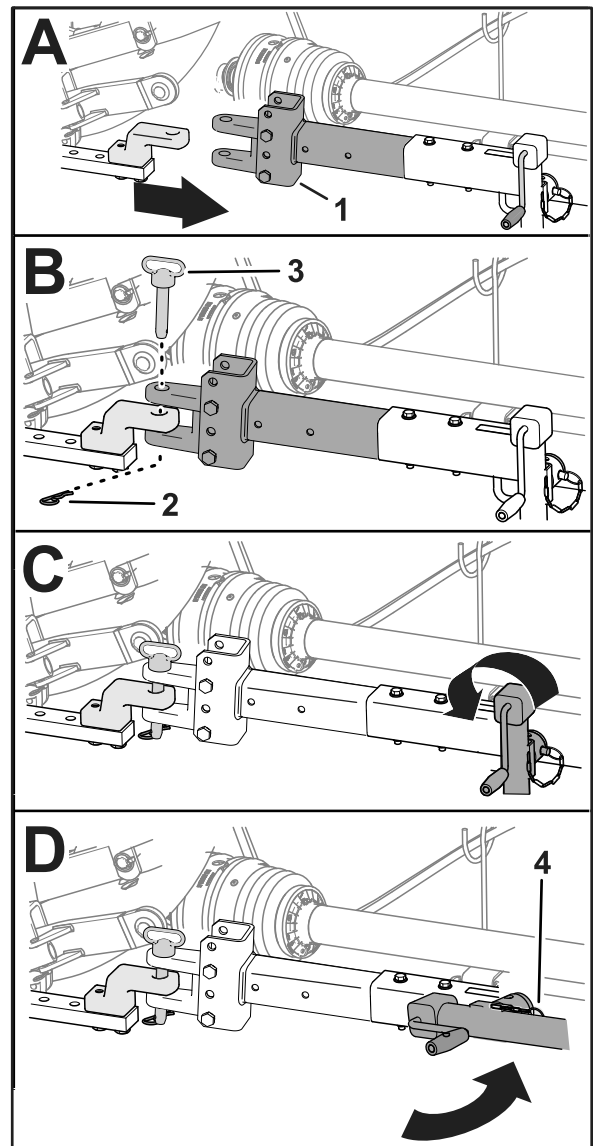

Bild 29
- Wenn Ihr Mäher über eine Bolzen-Deichsel verfügt, stecken Sie den Kupplungsstift durch die Löcher in der Deichsel und Zugstange und sichern Sie den Stift mit dem Splint (**Bild 29**).
6. Heben Sie den Deichselheber vollständig an (**Bild 29**).
7. Entfernen Sie den Stift, der den Deichselheber an der Deichsel sichert, schwenken Sie den Deichselheber in die horizontale Stellung und sichern Sie den Deichselheber mit dem Stift (**Bild 29**) an der Deichsel.